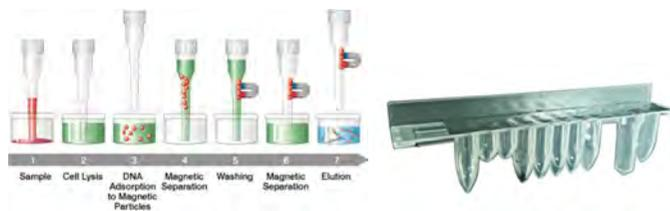

Figura 1-5. ELITE InGenius. Cartuchos de extracción SP200 y SP1000 y principio de extracción
- El juego de reactivos está optimizado para el aislamiento de ácidos nucleicos a partir de muestras de 200 µL (consulte la figura 1-5, ELITE InGenius. Cartuchos de extracción SP200 y SP1000 y principio de extracción).
- El juego de reactivos está optimizado para el aislamiento de ácidos nucleicos a partir de muestras con hasta 1 mL (consulte la Figura 1-5: ELITE InGenius. Cartuchos de extracción SP200 y SP1000 y principio de extracción).